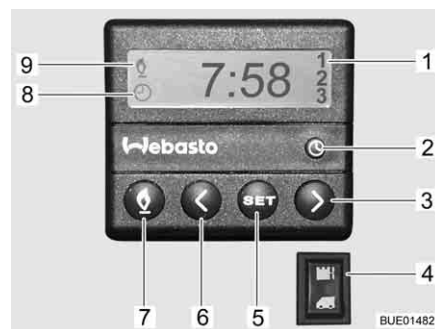

Bild 178 Kontrollenhet för motorvärme
- Tryck ner knapp (Bild 178,7). Värmedriften indikeras av symbolen (Bild 178,9). Fläkten startas först när kylmedelstemperaturen uppgår till 30 °C.
- Tryck ner knapp (Bild 178,7). Symbolen (Bild 178,9) slocknar.
- Vippkontakten (Bild 178,4) trycks in nedtill. Motorn förvärms. Fläkten startas direkt.
- Vippkontakten (Bild 178,4) trycks in upptill. Motorn värms inte upp.
- Tryck ner knapp (Bild 178,2). Tidsinställningen indikeras genom symbolen (Bild 178,8).
- Ställ klockan med knapparna (Bild 178,3 och 6).
- Tryck ner knapp (Bild 178,5).
- Ställ in starttiden inom 10 sekunder med knapparna (Bild 178,3 och 6).
- Tryck på knappen (Bild 178,5) tills önskat programnummer (Bild 178,1) visas på displayen.